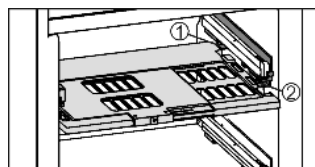

Fig. 21
► Установка пластины регулировки влажности: поперечные ребра крышки на пластине вставить через низ в задний держатель Fig. 21 (1) и защелкнуть спереди на держателе Fig. 21 (2).